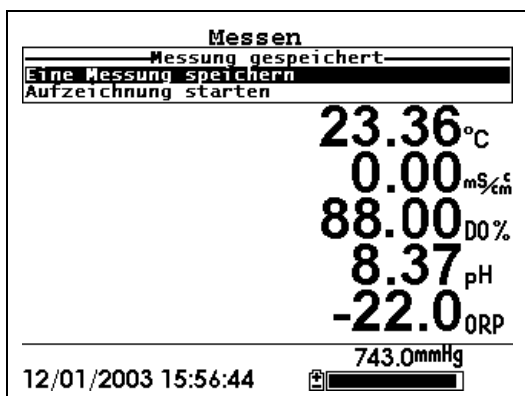

Abbildung 9.11 Messung gespeichert-Bildschirm
7. Bei der Speicherung einer einzelnen Messung, wird durch den Wechsel von **Menü** zu **Messung gespeichert** in der Kopfzeile des Messung-Bildschirms angezeigt, dass die Messung gespeichert wurde. Siehe Abbildung 9.11 Messung gespeichert. Springen Sie zu Schritt 9.